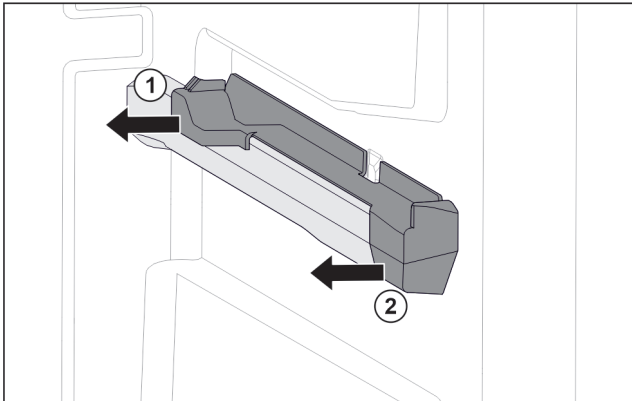

Fig. 77 Påsettsingsdel på høyre beholderribbe
- ▶ Trekk av påsettsingsdel bak til siden. Fig. 77 (1)
- ▶ Trekk av påsettsingsdel foran til siden. Fig. 77 (2)